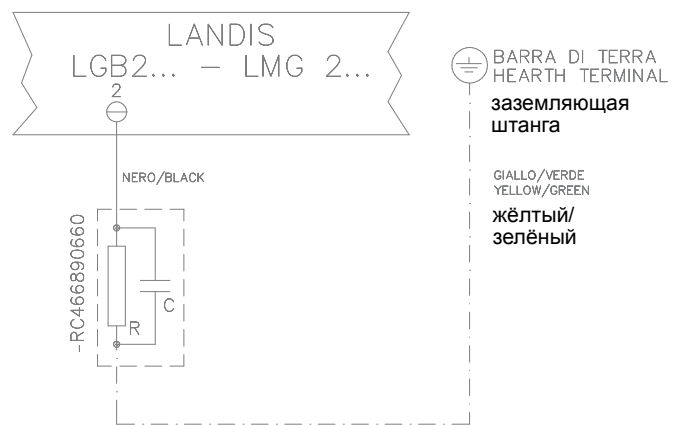

Рис. 31
В случае, если электропитание горелки 230 В фаза-фаза при электронном блоке контроля пламени Brahma VM4..., для увеличения напряжения между электродом и массой нужно использовать трансформатор Brahma AR1 (наш код 2531006), подсоединённый, как показано на Рис. 31а
Рис. 31а
*В этих случаях подключите цепь RC см. Рис. 31 и Рис. 31а.